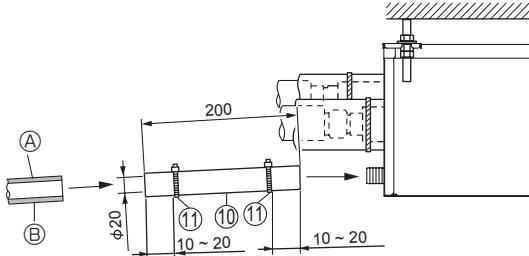

Fig. 8-1
(1) Geben Sie PVC-Kleber (zusätzlich zu erwerben) an den Drainageanschluß am Verteilerkasten und schieben Sie den vormontierten Drainageschlauch ⑩ so weit wie möglich auf den Anschluß. (Fig. 8-1)
(2) Führen Sie ein Rohr aus Hart-PVC (VP-16, zusätzlich zu erwerben) in den vormontierten Drainageschlauch ⑩ und verkleben und befestigen Sie ihn. (Fig. 8-1)
① VP-16 zusätzlich zu erwerben
② Wärmeisolierung
(3) Befestigen Sie eine Schlauchschelle ⑪ an dem vormontierten Drainageschlauch ⑩. (Fig. 8-1)